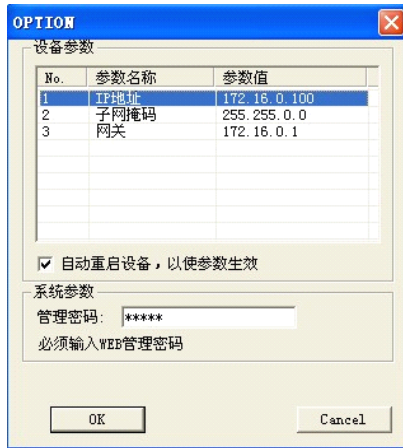

图 6
- ⑤ 设置完成，回到 OPTION 对话框，此时显示的是修改后的参数（未生效）；选中**自动重启设备项**，输入**管理密码（默认为 admin）**，如图 6 所示，点击 OK。